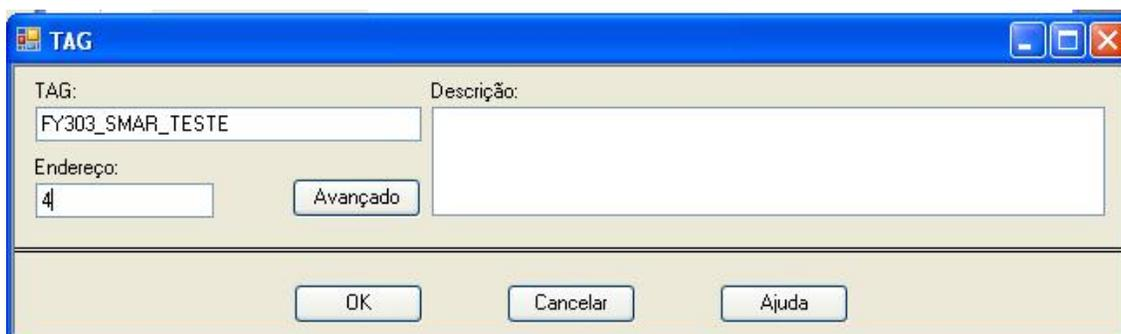
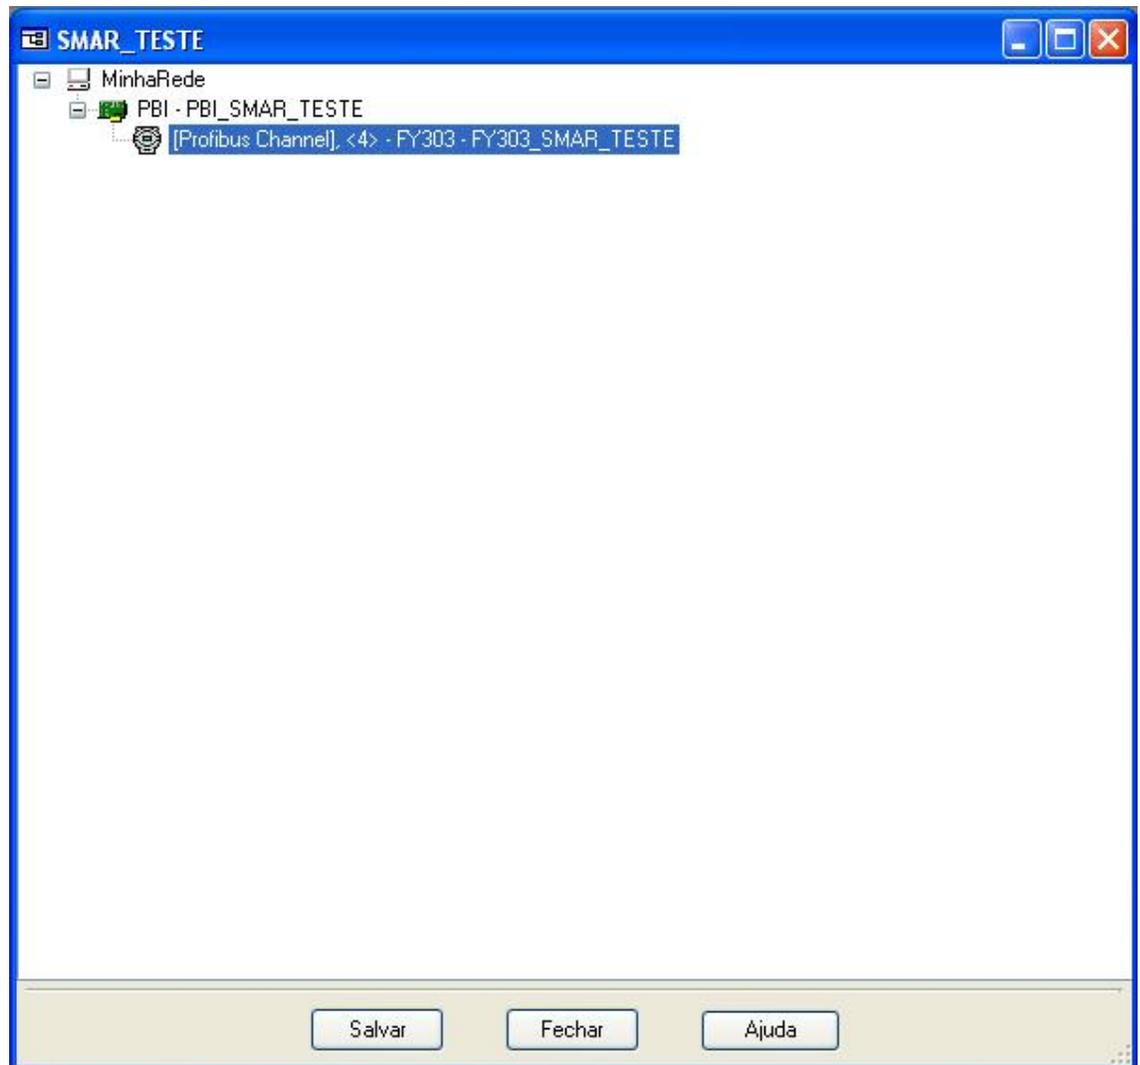

Figura 2.10 – Configuração do Software AssetView STANDALONE
Figura 2.11 – Configuração do Software AssetView STANDALONE
- 7) Ao escolher o equipamento é necessário escolher um TAG para ele também. Ver Figura 2.10. Em seguida, dê "OK". O equipamento nomeado com o TAG escolhido aparecerá embaixo da PBI. Ver Figura 2.11.